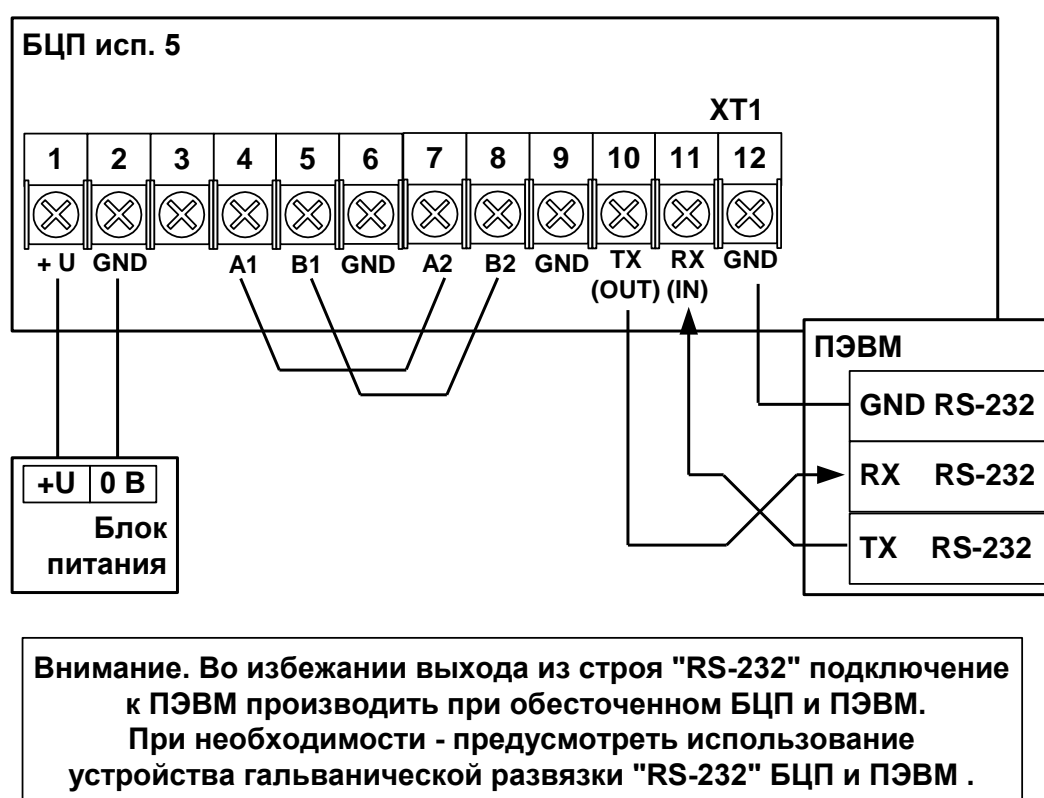

Рис. 21 Схема проверки БЦП исп. 5
Для проверки – собрать схему в соответствии с Рис. 21 и при необходимости сохранить текущие настройки конфигурации БЦП.
- проверить наличие перемычек между линиями связи с СУ: A1 – A2, B1 – B2 (Рис. 21);